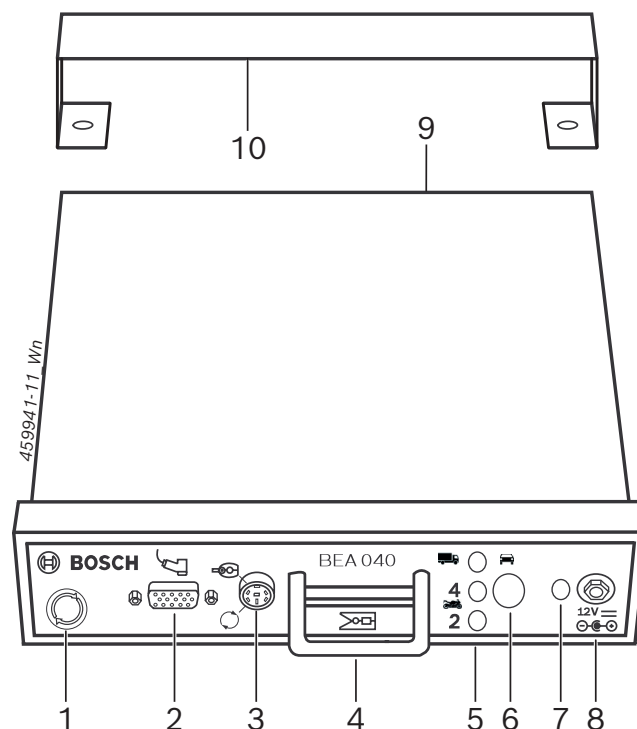

Fig. 1: BEA 040
Hver gang der trykkes på moduskontakten (Fig. 1, pos. 6), vælges der en ny modus (personbil/lastbil eller 2-takts-/4-takts-motorcykel). Den valgte modus vises ved den respektive modus-LED (Fig. 1, pos. 5).
Netdelsspændings-LED'en (Fig. 1, pos. 7) lyser blå, når netdelen er tilsluttet.